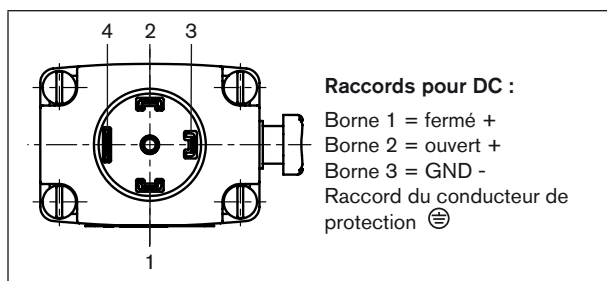

Fig. 9 : Schéma électrique
- Raccorder les vannes à impulsions (code variable CF 02) comme cela est représenté sur la Fig. 9 :